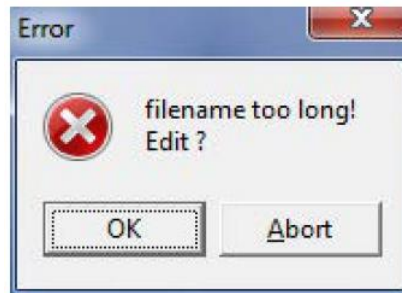

Рисунок 14
2.2.11 Подтвердите появившееся сообщение об ошибке, нажав на «OK» (рисунок 14).